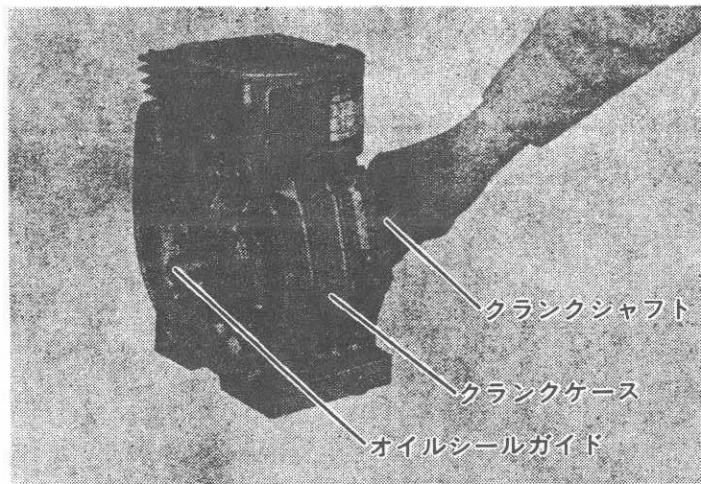

Fig 5-3-1
- ② シリンダヘッド及びピストン頭部に付着しているカーボンは完全に除去し特にピストンリング溝に附着したカーボンは注意して除去する。
- ③ 各オイルシールリップ部の傷の有無を点検し傷のある物は交換する。又、組立時はリップ部にオイルを塗布する。
- ④ ガスケット類は新品と交換する。
- ⑤ キー、ピン、ボルト、ナット類は必要に応じて新品と交換する。
- ⑥ トルク規制のある部分は規定の締付トルクで締付ける様にする。
- ⑦ 組立時は回転部及び摺動部にオイルを塗布する。
- ⑧ 必要に応じて各部のクリアランスの点検及び調整を実施した後に組立てをする。
- ⑨ 組立中主要部を組付けたら、その都度手廻しをして重さや音に注意する。
(2) 組立て順序及び注意事項
① クランクシャフト
- (a) クランクシャフトオイルシールガイドをクランクシャフト先端に組付け Fig 5-3-1 の様にしてクランクケースに組付けます。